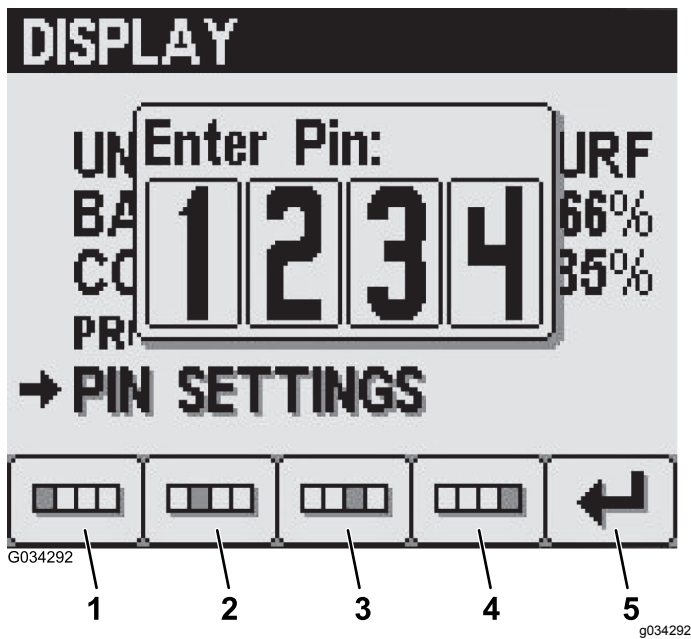

图 25
- 使用 1 号到 4 号按钮输入您的 PIN 输入完成后按 5 号按钮 图 25。
4. 使用 1 号到 4 号按钮输入您的旧 PIN 输入完成后按 5 号按钮 图 25。
2. 使用 1 号到 4 号按钮输入您的 PIN 输入完成后按 5 号按钮 图 25。